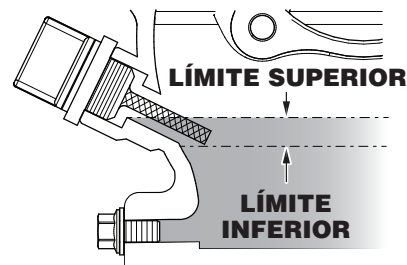

Figura 6. Varilla de medición de aceite del motor (nivel de aceite)
4. Si el nivel de aceite está bajo (consulte la Figura 6), llene hasta el borde del orificio de llenado con el tipo de aceite recomendado (Tabla 5). La capacidad máxima de aceite es de 1,16 cuartos (1,1 litros).